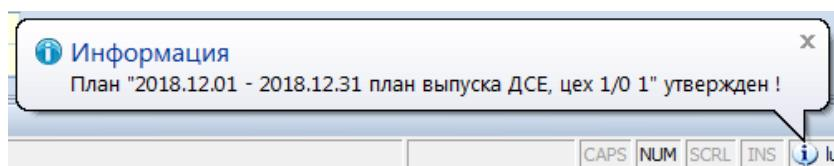

Рисунок 116.Пример сообщения в окне "Информация"
- в окне «Информация» появится сообщение об утверждении плана (рис. 116).